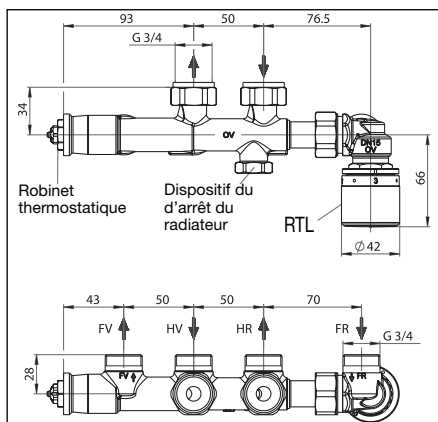
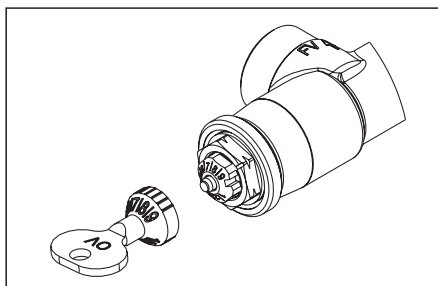

Fig. 3 Dimensions du raccord
Fig. 10 Préréglage robinet thermostatique
Monter le radiateur en respectant les dimensions de montage (fig. 3) et en tenant compte de la finition ultérieure du mur (par ex. carrelage). Couper la tuyauterie du circuit de chauffage à la longueur souhaitée. Visser le «Multiblock T-RTL» au radiateur en évitant toute contrainte mécanique (couple de 20-30 Nm) et les raccorder à la tuyauterie du circuit de chauffage à l'aide de raccords à serrage.
L'installation doit être remplie et purgée avant la mise en service. Pour cela, régler le robinet thermostatique sur la valeur maximum (préréglage '9', fig. 10). Effectuer un test d'étanchéité en respectant les pressions de service admissibles. Enduire ensuite les saignées murales.
A l'aide d'une clé plate de 13 mm ou de la clé spéciale, régler le robinet thermostatique (fig. 3) sur la valeur de préréglage calculée (fig. 10).
Régler le limiteur de température pour le retour (fig. 3) sur la valeur de consigne déterminée (réglage sortie d'usine: $3 \approx$ environ $30\text{ }^{\circ}\text{C}$).
2. Démonter le capuchon de protection du dispositif d'arrêt du radiateur (fig. 3).